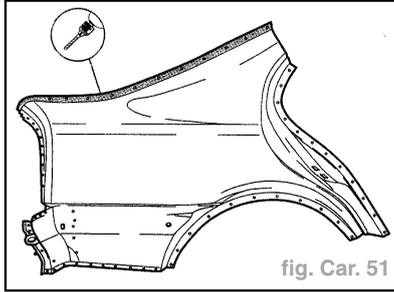

fig. Car. 51
- Percer des trous Ø **7 mm** pour la soudure en bouchon SG au niveau du canal d'écoulement d'eau du hayon (fig. Car. 51).